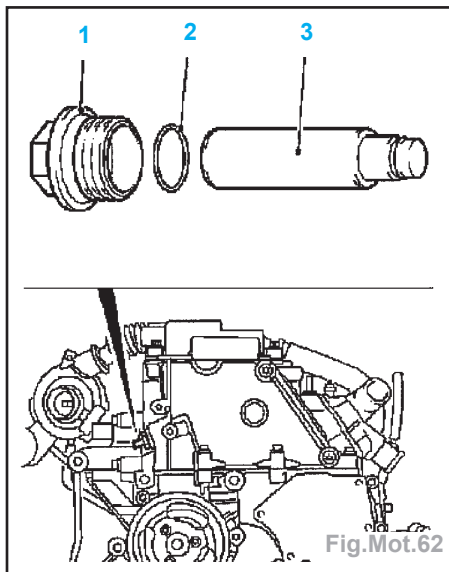

Fig.Mot.62
- utiliser l'outil **KM-6313-10** (1) et serrer la vis à fond,
- serrer l'appui (2).
- côté boîte de vitesses : tourner les broches jusqu'à ce que les logements (3) reposent sans jeu sur les tétons de guidage,
- côté module de gestion moteur : insérer le téton de l'appui (2) dans **KM-6313-10** (1) sans jeu. Serrer l'écrou, les vis à fond.
- Déposer le tendeur de chaîne Simplex (3) (Fig.Mot.62).